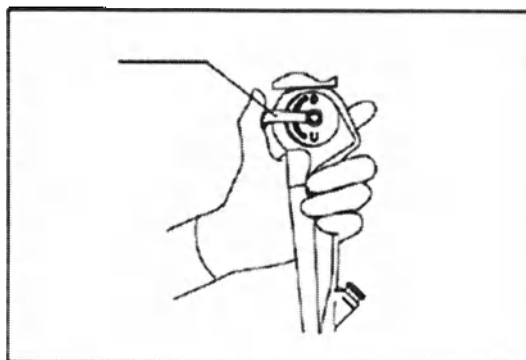

Рис. 3.3 Проверка функций изгиба.
2. Держите зеркало левой рукой и поместите большой палец на рычаг угла наклона, как показано на Рис. 3.3.